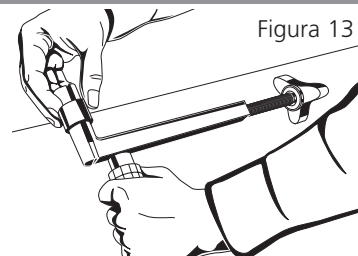

Figura 13
- 1) Introduzir o adaptador em elastômero nos bicos do borne de divaricação de acordo com a conicidade até obter a introdução total (Figura 13).